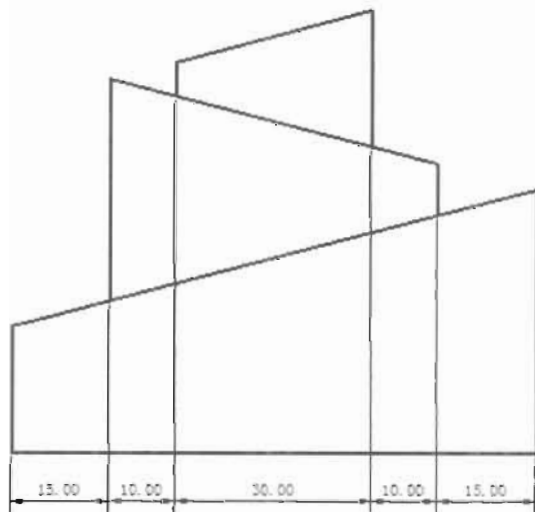

图 10-72
(2) 单击“标注”工具栏中的“快速标注”按钮，然后根据命令提示进行操作，标注效果如图 10-72 所示，命令执行过程如下。